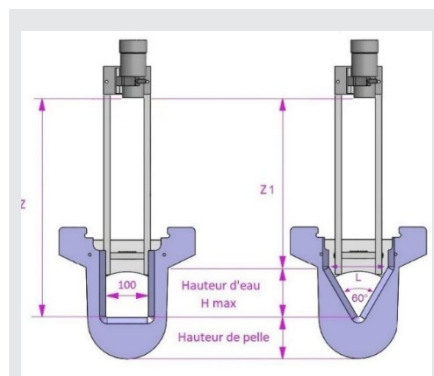

Figure 11.
15. Procédez aux réglages de la sonde/capteur, **Tableaux 4, 5 et 6, Figure 11.**